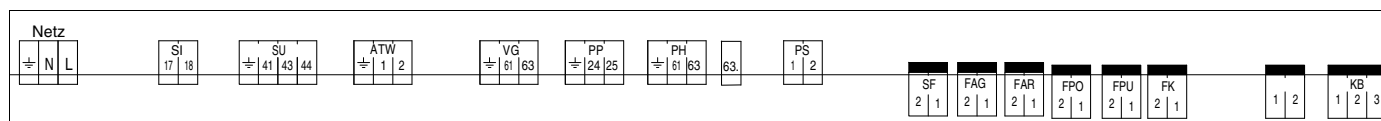

Рис. 4 Подключения к системе управления (клеммная колодка)
- Подключите датчик температуры дымовых газов к клеммам FAG на системе управления (см. рис. 4 и таб. 4, стр. 12). Два провода можно менять местами.
- Подключите датчик температуры котловой воды к клеммам FK на системе управления (см. рис. 4 и таб. 4, стр. 12). Два провода можно менять местами.
- Подключите датчик температуры обратной линии к клеммам FAR на системе управления (см. рис. 4 и таб. 4, стр. 12). Два провода можно менять местами.
- Подключите датчик температуры бака-накопителя к клеммам FPO на системе управления (см. рис. 4 и таб. 4, стр. 12). Два провода можно менять местами.
- Подключите датчик температуры бака-накопителя к клеммам FPU на системе управления (см. рис. 4 и таб. 4, стр. 12). Два провода можно менять местами.